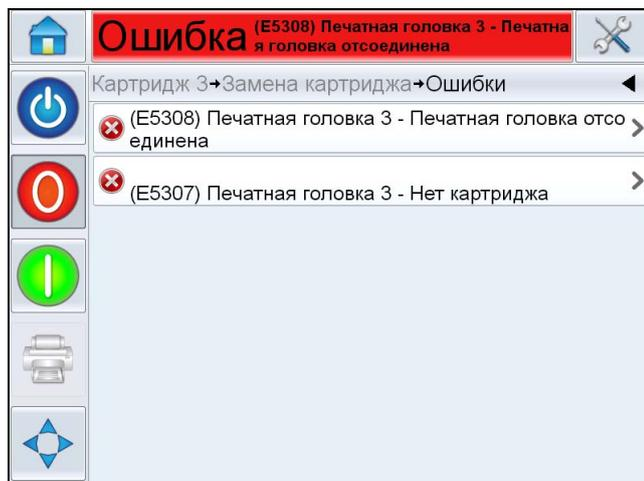

Рис. 8-2: Выбор ошибки
- 1 Для просмотра перечня ошибок, нажмите сообщение красного цвета «ОШИБКА» (см. Рис. 8-2 на стр. 8-3).